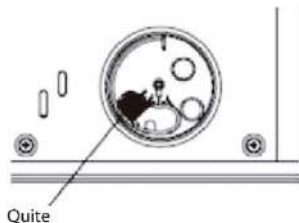

Fig.2
• Procure el mayor espacio posible delante de la estufa. IMAGEN 2.
en nivel 4 a 7 (Fig.2)